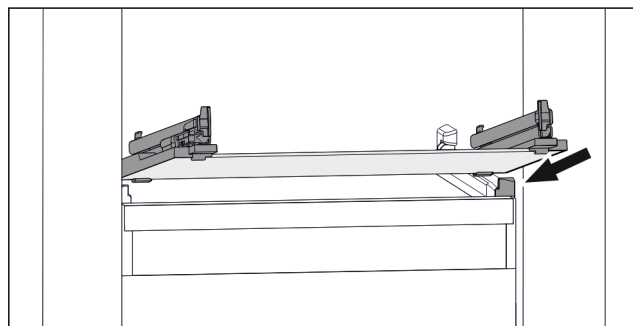

Fig. 53 Rappresentazione esemplificativa del ripiano in vetro
- ▶ Applicare il ripiano in vetro obliquamente dietro i fermi. (vedere Fig. 53)